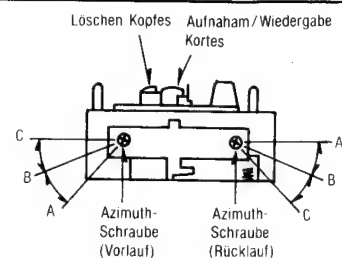

Fig. 3
2. In der Forward-Playback Stellung das 8 kHz Signal des QZZCFM Testbandes wiedergeben. Die Azimuth-Schraube (Vorlauf), die Abbildung 3 zeigt, auf maximalen Ausgangspegel des linken und rechten Kanals abgleichen. Sind die Ausgangspegel des linken und rechten Kanals nicht gleichzeitig maximal, wie folgt justieren:
3. Durch Drehen der in Abbildung 3 gezeigten Azimuth-Schraube (Vorlauf) die Winkel A und C auffinden (den Punkt wo der Spitzenausgangspegel für den linken, bzw. rechten Kanal erreicht wird, ermitteln). Anschließend den Winkel B zwischen den Winkeln A und C, d.h. den Punkt, wo der Ausgangspegel des linken und rechten Kanals bei maximalem Pegel zusammentreffen, ermitteln. (Siehe Abbildung 3 und 4).
6. In der Forward Playback Stellung das 8kHz Signal des Testbandes (QZZCFM) wiedergeben. Die in Abbildung 3 gezeigte Azimuth-Schraube (Vorlauf) so einstellen, daß die Zeiger von zwei Röhrevoltmetern auf Maximum ausschlagen, und am Oszillographen eine wie in Abbildung 6 gezeigte Wellenform erreicht wird.